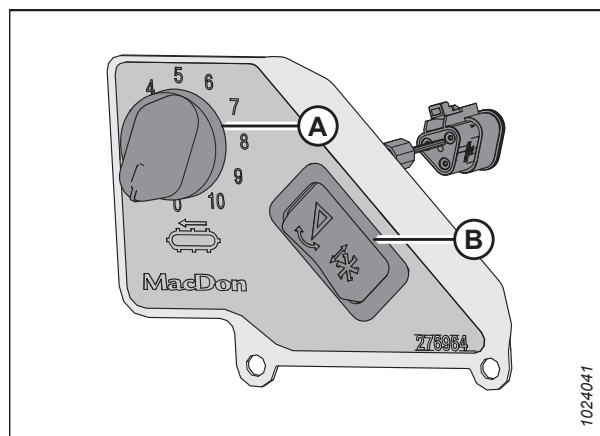

Figure 3.179: Commande de vitesse des tapis latéraux en cabine
Le commutateur (B) de la figure 3.179, page 167 permet à l'opérateur de basculer entre les commandes d'inclinaison de la plateforme et d'inclinaison avant-arrière du rabatteur. Pour obtenir des instructions sur les commandes, consultez Réglage de l'angle de la plateforme à partir de la moissonneuse-batteuse, page 163.